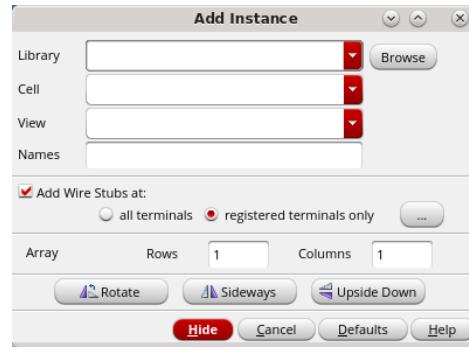

图 10 添加实例
4. 在弹出的如图 10 所示的对话框中，点击 Browse 按钮。
10. 在弹出的如图 10 所示的对话框中，点击 Browse 按钮。